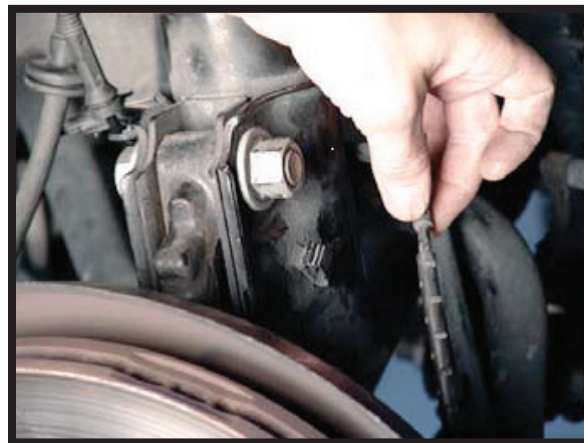

FIGURA 2
5. EXTRAIGA EL SENSOR DEL CLIP PEQUEÑO DE PLÁSTICO EN LA PARTE INFERIOR DEL AMORTIGUADOR. (FIGURA 2)